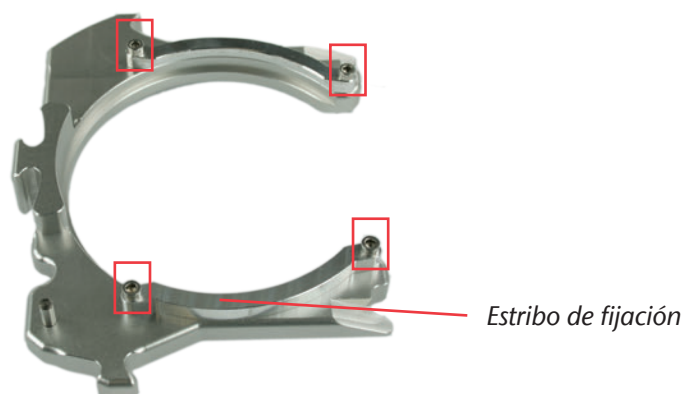

FIGURA 6: MARCO DE PIEZAS EN BRUTO S2 IMPRESSION
- M1.** Desenrosque los 4 tornillos del marco de piezas en bruto (véase la figura 6) usando la llave Allen adjunta (2,5 mm).